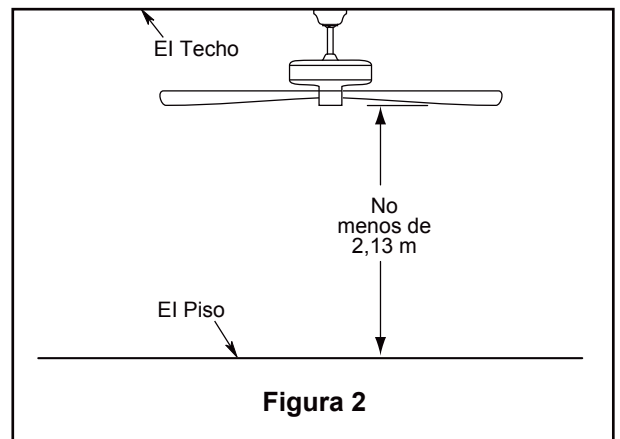

Figura 2
### Uso de perfil profundo (Figura 2)
2. Extraiga una de los tornillos de hombro en el soporte del gancho y guarde los tornillos para pasos posteriores. Afloje el segundo tornillo de hombro sin extraiga completamente. (Figura 2)
Debe colgar el ventilador a una distancia mínima de 2,13 m desde las aspas hasta el piso. (Figura 2)
Para evitar una posible descarga eléctrica, asegúrese de cortar la alimentación eléctrica de la caja de fusibles principal antes de alambrado el ventilador. (Figura 2)
2. Coloque y ajuste firmemente la cubierta para el tornillo de la base sobre los tornillos de reborde de la abrazadera para colgar mediante el mecanismo de seguro por giro del chavetero. (Figura 2)
2. Instale la placa de iluminación en el soporte utilizando las dos el soporte utilizando las dos ranuras principales. Vuelva a colocar el tercer tornillo y asegure apriete. (Figura 2)